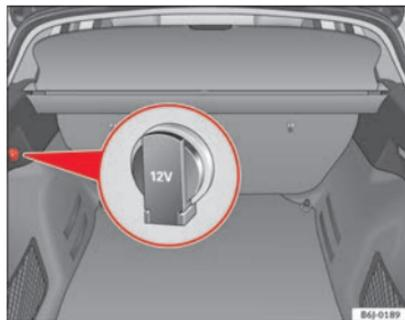

Fig. 91 Detalle del revestimiento lateral del maletero: Toma de corriente de 12 voltios
- Eleve la tapa de la toma de corriente ⇒ fig. 91.